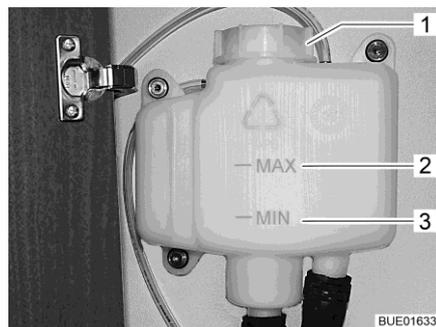

Fig. 286 Vaso d'espansione senza diaframma
- Controllare se il livello del liquido nel vaso d'espansione (Fig. 286) è tra la riga del "MIN" (Fig. 286,3) e del "MAX" (Fig. 286,2).
- Aprire il coperchio (Fig. 286,1) del vaso d'espansione.